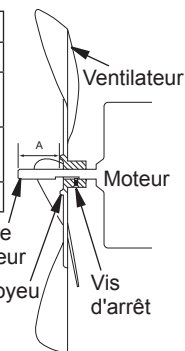

Figure 10 - Coupe transversale du ventilateur
15. Remplacez le ventilateur sur l'arbre moteur. Placez la vis d'arrêt sur le côté plat de l'arbre. Voir le tableau de la figure 10 sur les distances entre le moyeu du ventilateur et l'extrémité de l'arbre du moteur. Serrez bien la vis d'arrêt à 2,8-3,50 kg/cm² (40-50 po/lb).